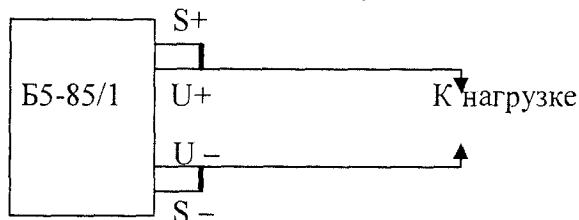

Рис.3
9.1.2 В случае, когда нагрузка подключается непосредственно к выходным клеммам источника, необходимо установить перемычки как показано на рис.3